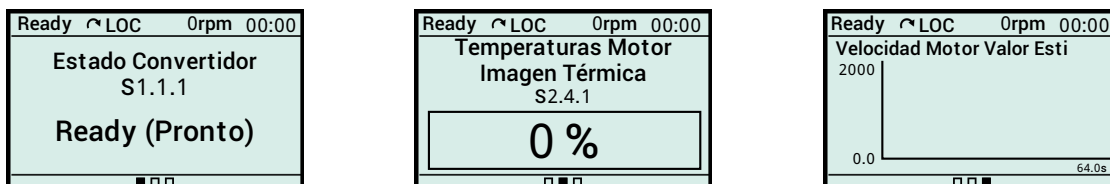

Figura 4.12: Visualización en (a) texto, (b) barra y (c) gráfico
- **Telapantallallena:** Abarca toda una pantalla principal, y permite la exhibición de variables de lectura en el formato **texto, barra o gráfico**. La Figura 4.12 presenta un ejemplo con los 3 formatos.